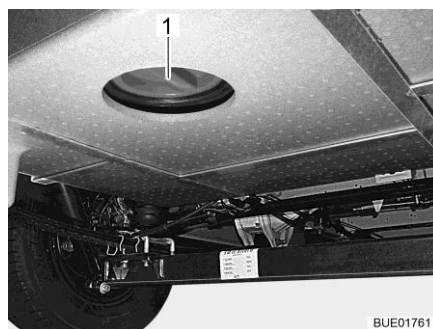

Fig. 282 Apertura per la pulizia (serbatoio delle acque grigie)
- A questo scopo aprire l'apertura per la pulizia (Fig. 282,1) per il serbatoio delle acque grigie e il rubinetto di scarico.